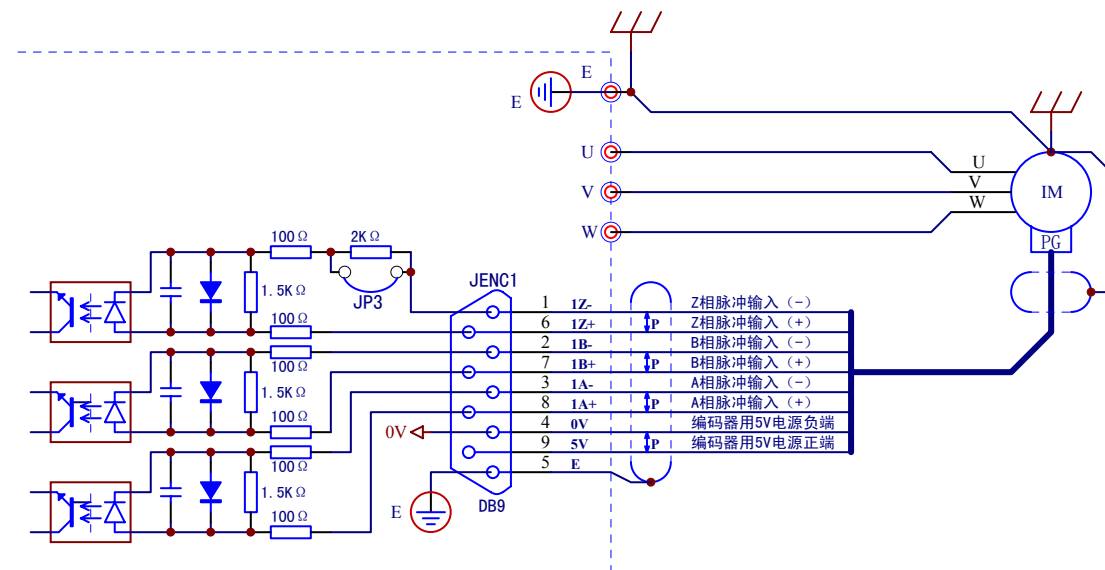

图 3.28 0.4kW~2.2kW 机型电机轴编码器（PG）的输入回路构成与接线
- *1 图 3.28 中，若电机端没有可靠的电线与地连接，控制器的主回路端子“E”和电机的接地端务必要通过电线可靠相连。